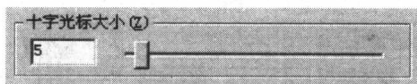

图 1-12 改变光标大小
2. 在该选项卡的“十字光标大小”区域中拖动调节滑块改变光标大小,如图 1-12 所示。滑块左边的文本框中显示光标大小的数值,该值表示光标尺寸占绘图区大小的百分比,有效值范围从 1%~100%。当设定为 100% 时,绘图区中将不显示十字光标的末端。